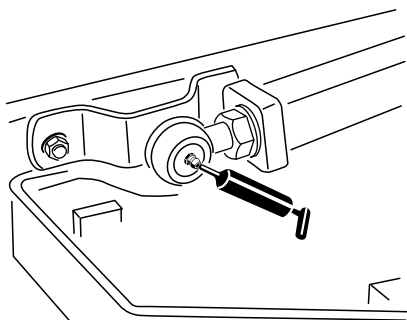

Figura 46
- 2 giunti a sfera del braccio di sollevamento (Figura 46)